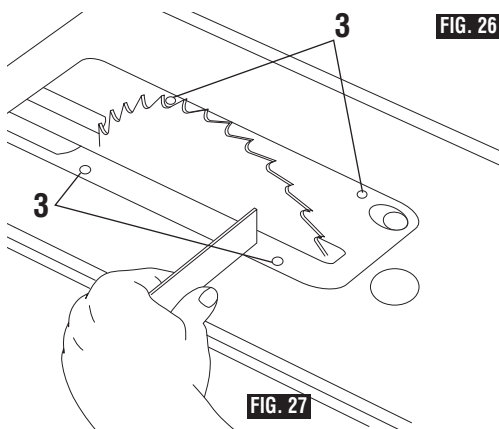

FIG. 26
L'élément rapporté de la table comprend quatre (4) vis de réglage 3 servant à ajuster la hauteur (Fig. 26). Placez l'élément rapporté sur la table. Placez une règle (telle que la règle en métal d'une équerre à combinaison) à travers le dessus de la table et insérez le haut – les surfaces doivent être au même niveau. Si un réglage est nécessaire, utilisez un petit tournevis pour vis à fentes pour faire tourner chaque vis de serrage.